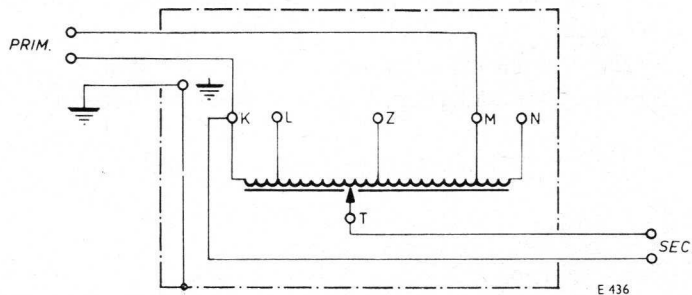

Fig. 6
- Draden volgens onderstaand schema (fig. 6) aansluiten (solderen of schroeven).